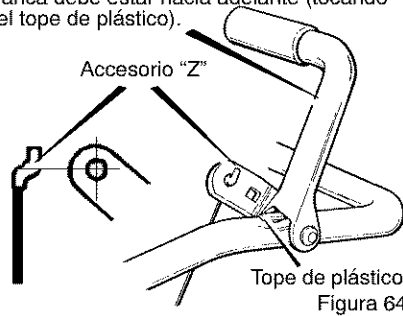

Figura 64
Para asegurarse de que estén bien ajustados, suelte el accesorio "Z" en la palanca de propulsión (Figura 64).
4. Desconecte el **accesorio "Z"** de la **palanca de propulsión** (Figura 64).
10. Instale el **gancho "Z"** en la **palanca de propulsión** (Figura 64).